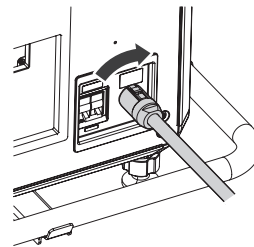

Fig. 2
- 2) Durante l'inserimento del connettore per cavo di alimentazione nel proiettore, girarlo in senso orario fino a percepire un clic. (Fig. 2)